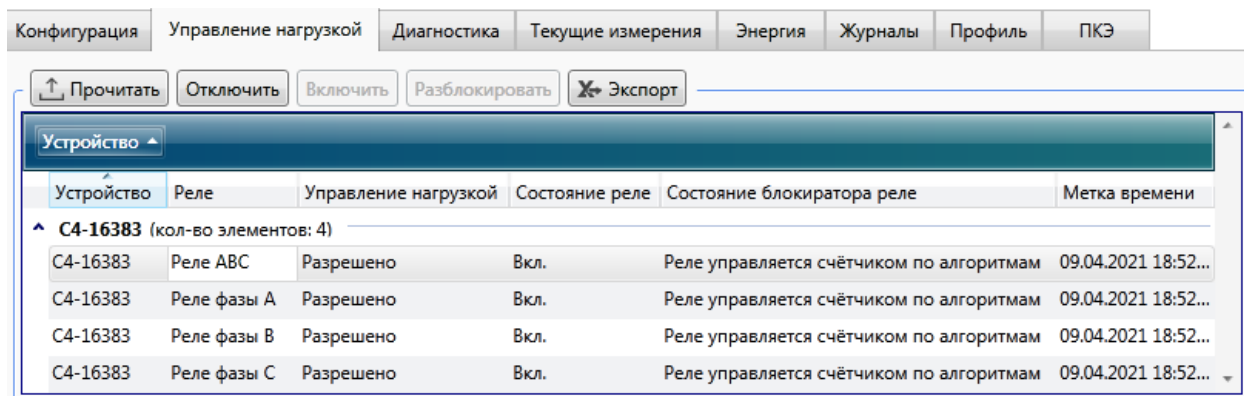

Рисунок 9.59 – Управление реле
9.6.10.3 Для просмотра состояния реле выбрать *Реле фазы А (В, С* или по трем фазам *Реле ABC*) и нажать кнопку *Прочитать* (рисунок 9.59), при этом в столбце *Состояние реле* отобразится состояние реле, которое может принимать одно из следующих значений:
9.6.10.5 Для управления реле выбрать в конфигураторе *Реле фазы А (В, С* или по трем фазам *Реле ABC)* и нажать кнопку *Отключить (Включить/Разблокировать)* (рисунок 9.59).